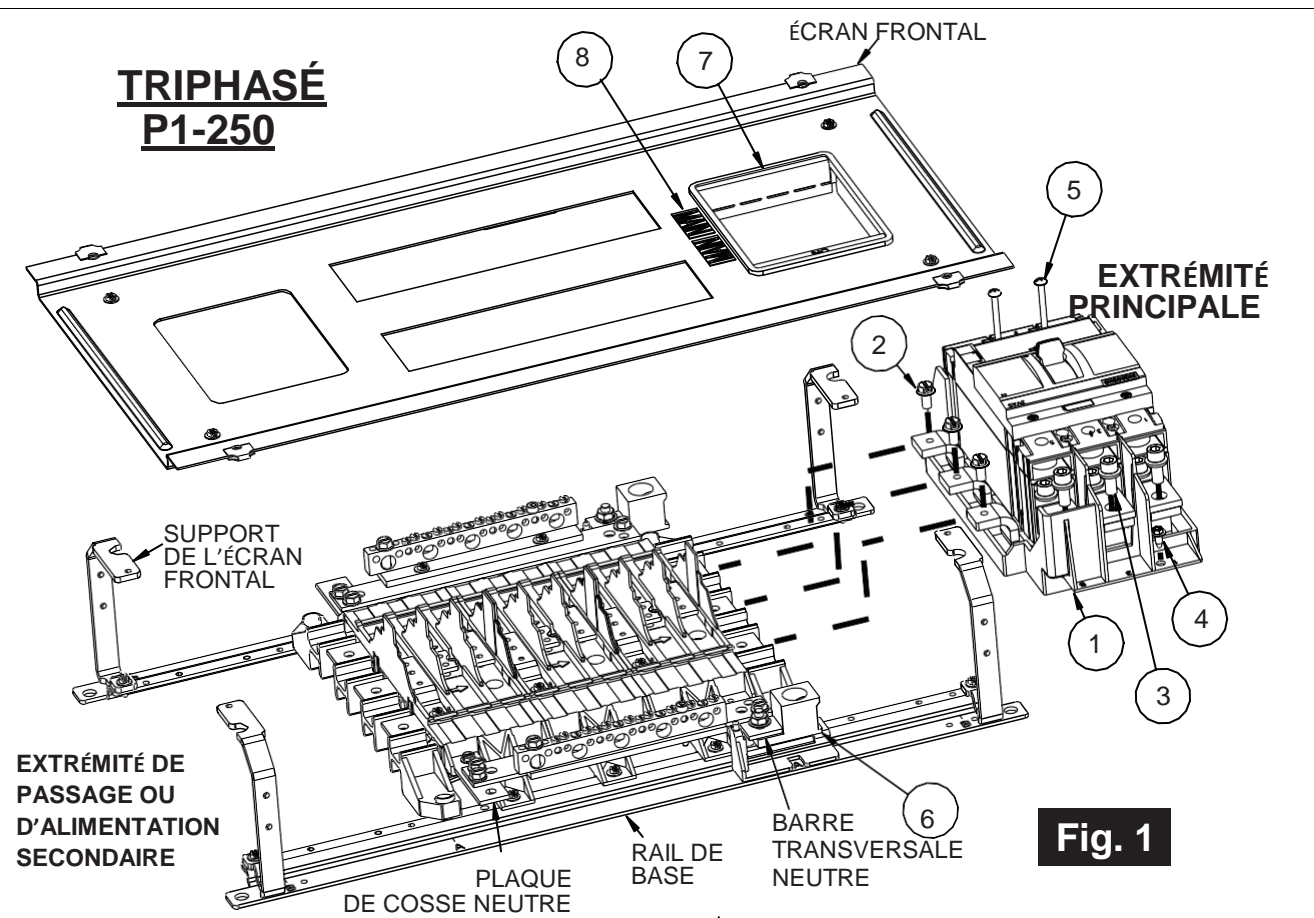

Fig. 1
8. Positionnez l'assemblage sangle et barrière (article 1) à l'extrémité d'alimentation PRINCIPALE du panneau. (Voir la figure 1) Assurez-vous que les sangles sont correctement enclenchées dans la barrière, puis alignez-les sous la barre omnibus du panneau.